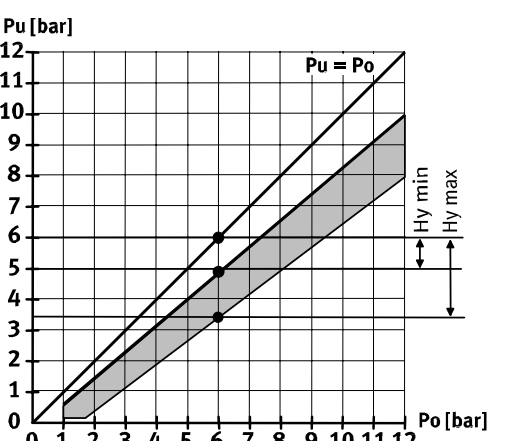

Fig. 5
Hystérésis	Réglable (pas avec PEV-1/4- SC -OD) (plage de réglage voir Fig. 5 ; valeur à la livraison : 1,2 bar ± 0,3 bar)
7. Aplique al PEV-... la presión de conmutación alta po (presión de conmutación baja pu, más la histeresis deseada Hy (ver también el diagrama de la Fig. 5).